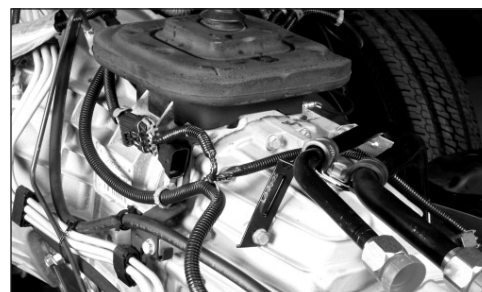

Fig. 22
24. Instale la abrazadera de soporte del tubo hidráulico (379848) en la transmisión (Fig. 22).